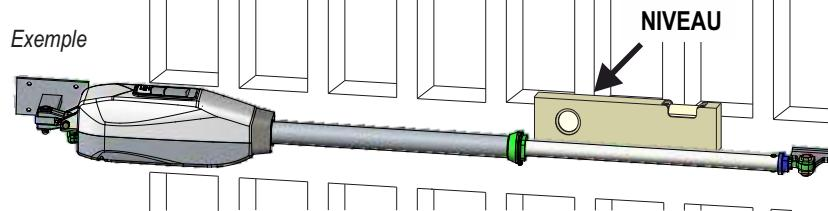

Fig. 13
- Pour un bon fonctionnement il est important de positionner tant l'opérateur que les supports postérieur et antérieur de façon parfaitement horizontale, en utilisant le niveau comme en Fig. 13
- **POSITIONNER LE SUPPORT DE MANIÈRE QUE L'OPÉRATEUR SOIT PARFAITEMENT HORIZONTAL ! - Fig. 13**